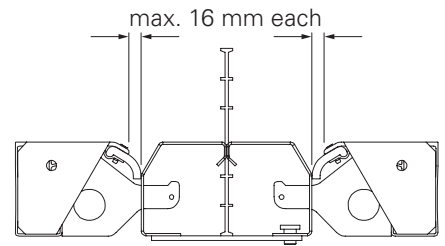

Fig. E8.07
- 1x Stop. Panel TRIO MTF (**102**) (Fig. E8.07)